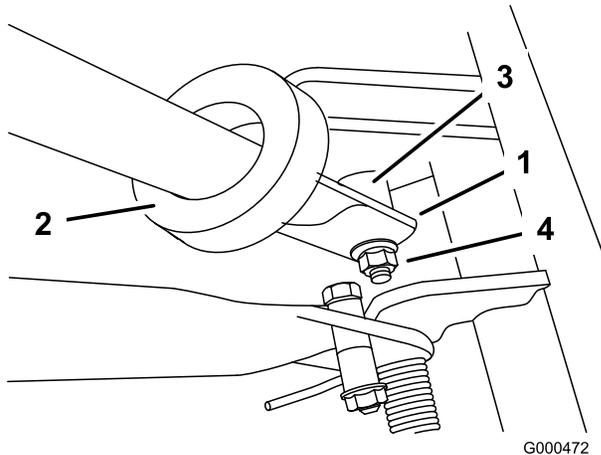

図 5
2. ハンドル・サポート・アームの溝にハンドルを差し込む(図5)。
- 左右のハンドル端を内側に押し縮めるようにして、ピボット・ピンの段部に取り付ける (図 5)。
- フランジ・ロックナットを使って、ハンドルをキャップスクリューとピボット・ピンに固定する (図 5)。